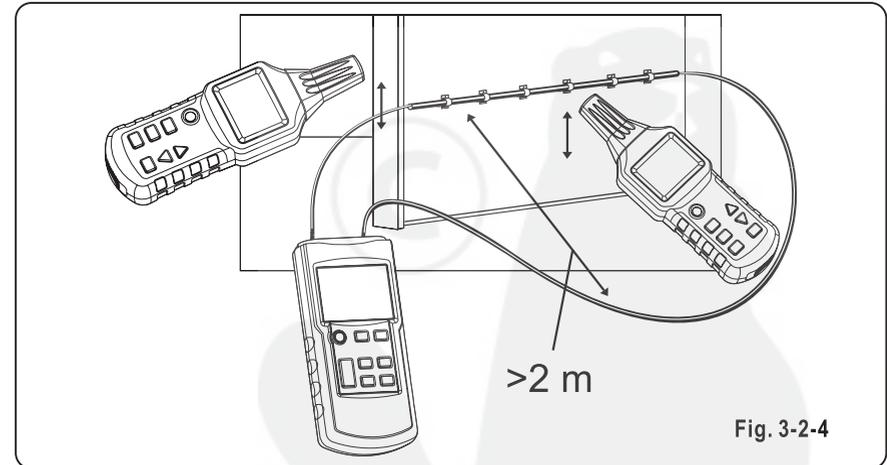

Fig. 3-2-4
- > Brancher le connecteur comme illustré à la Fig. 3-2-4;